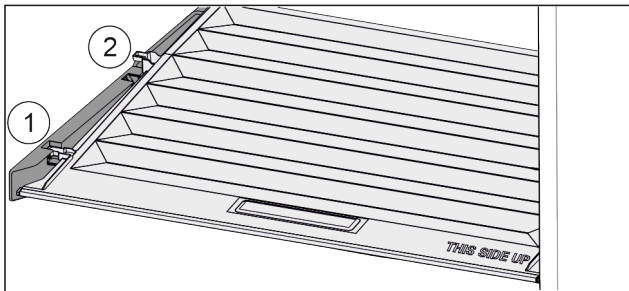

Fig. 73
- Deckel bis zur Öffnung in den Halteteilen nach vorne ziehen Fig. 73 (1).
- Hinten von unten anheben und nach oben wegnehmen Fig. 73 (2).